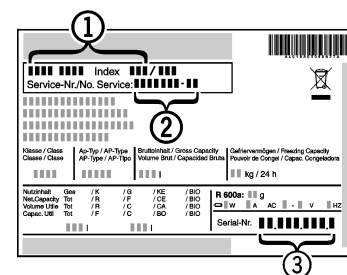

Fig. 8
- Denominación del aparato *Fig. 8 (1)*, nº del servicio técnico *Fig. 8 (2)* y nº de serie *Fig. 8 (3)* en la placa de identificación. La placa de identificación se encuentra en la parte interior izquierda del aparato.
- Informe al servicio postventa e indique el fallo, la denominación del aparato *Fig. 8 (1)*, el nº del servicio técnico *Fig. 8 (2)* y el nº de serie *Fig. 8 (3)* .